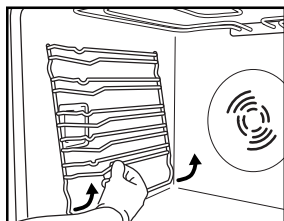

Fig. 3
1. Fjern ovnribberne i siderne (Fig. 3).
2. Fjern ovnrubberne i siderne (afhængigt af model) (Fig. 3).